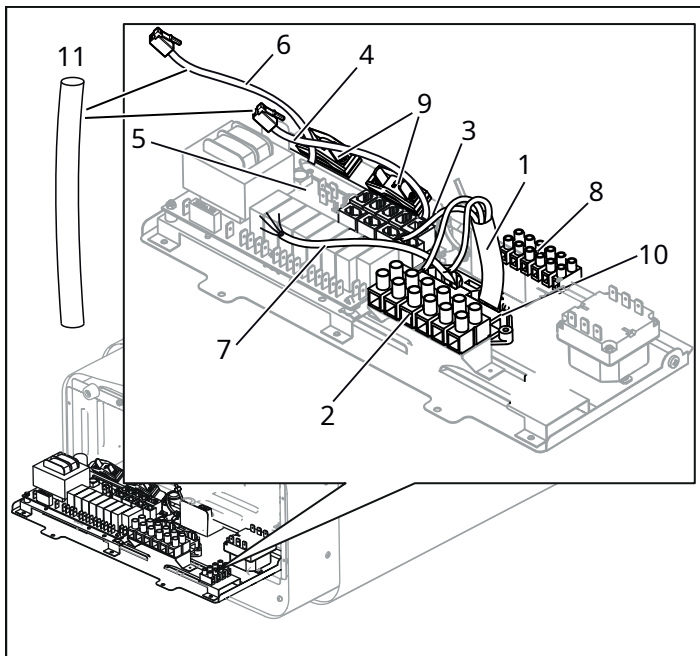
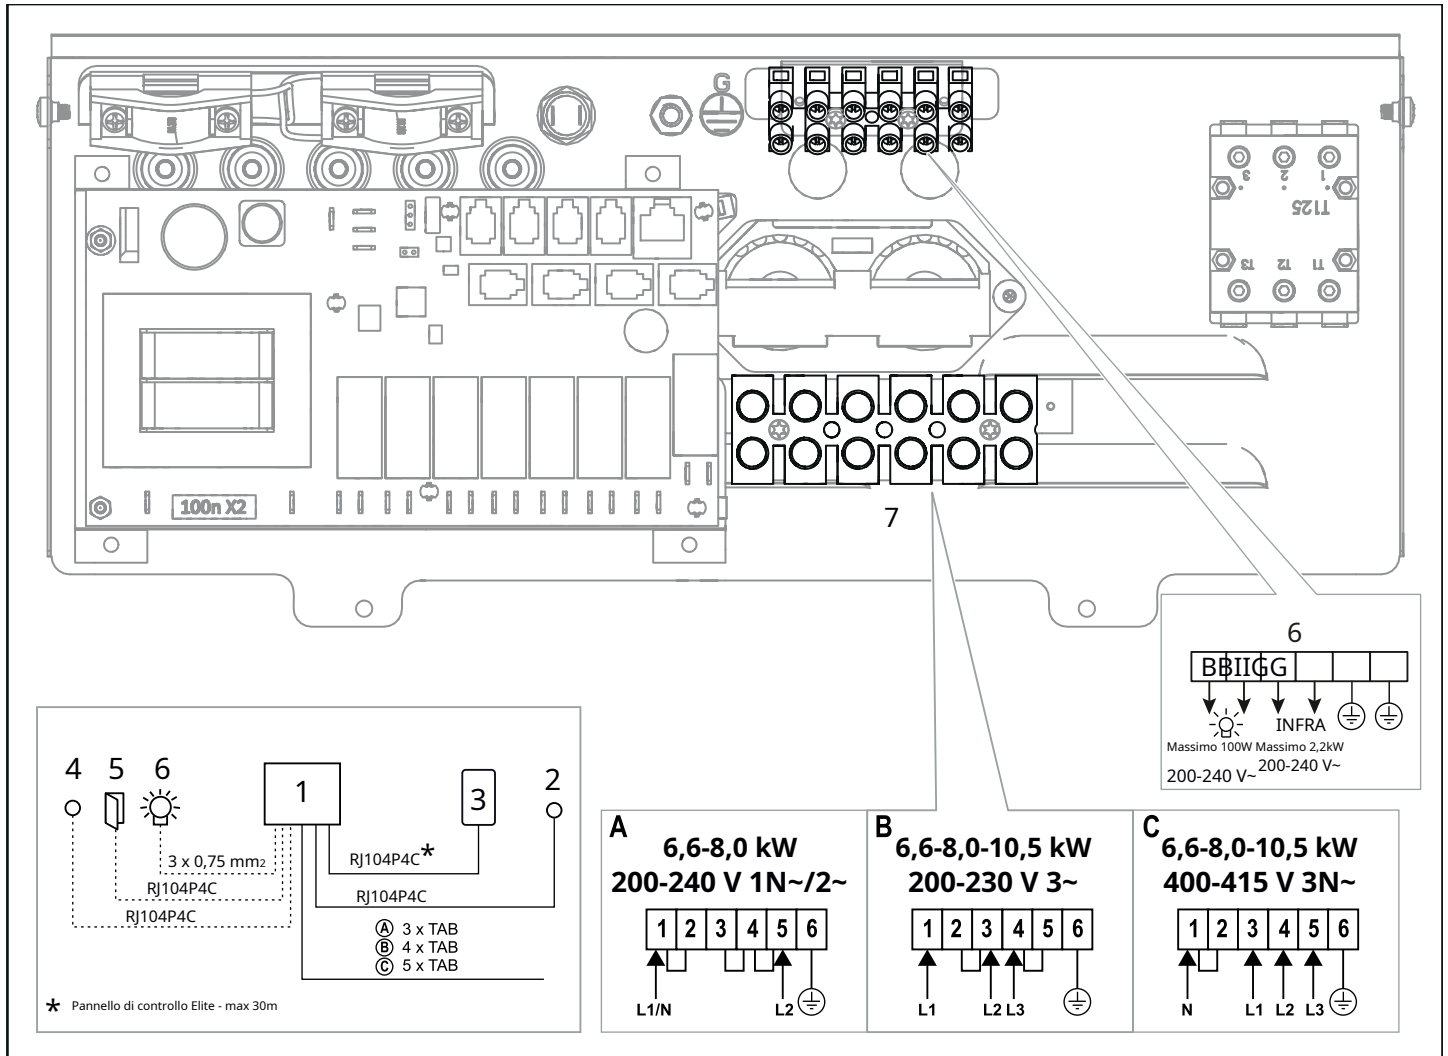
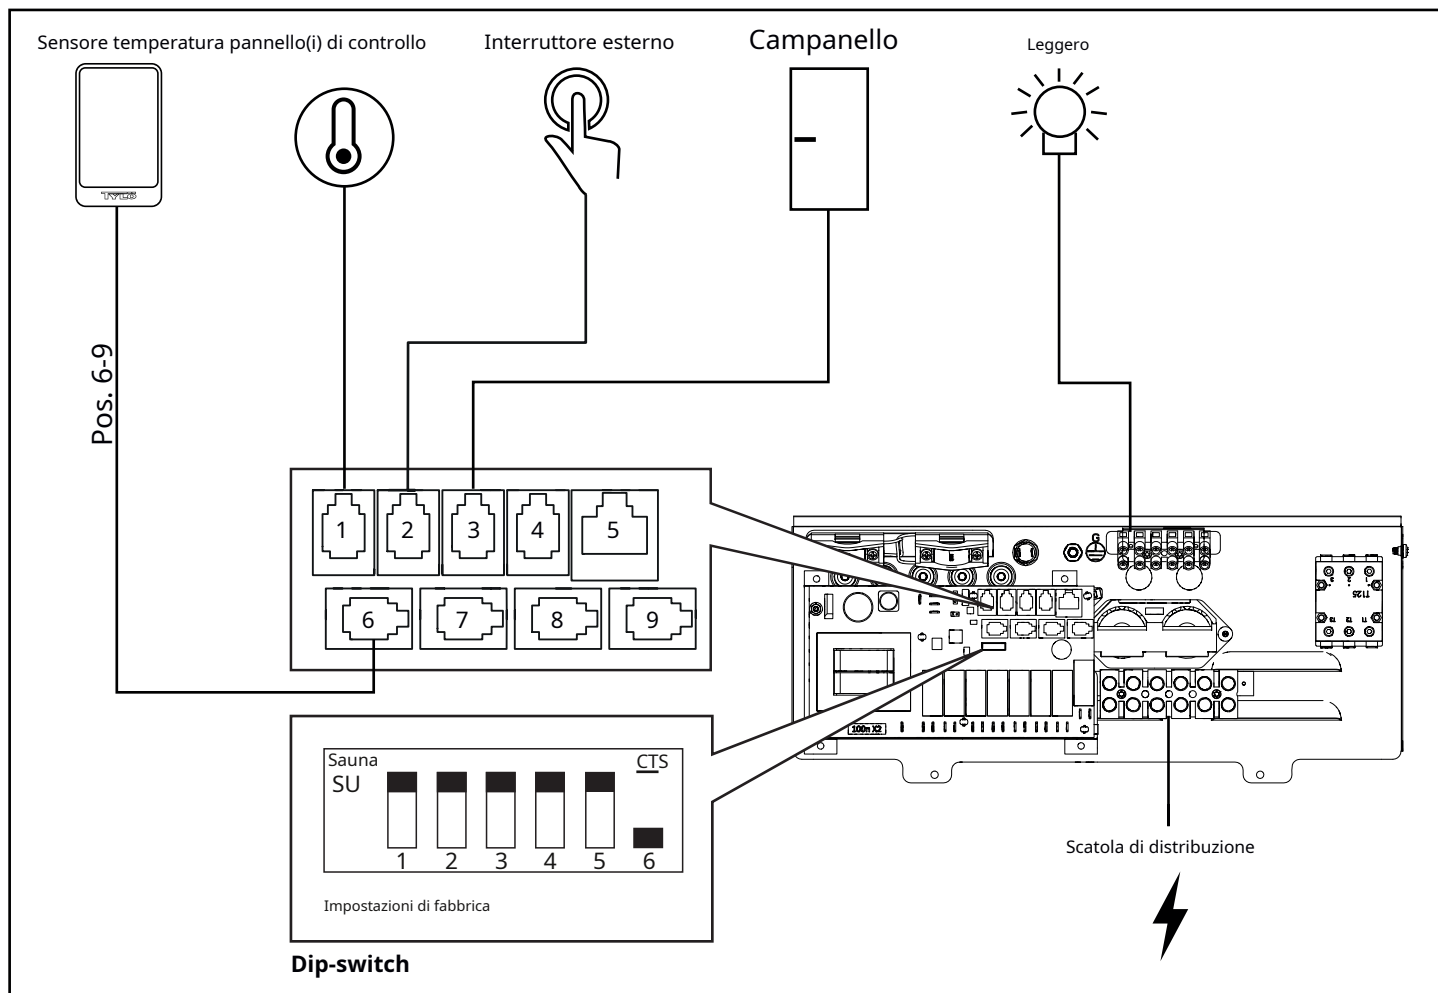

Figura 9: circuito stampato
Figura 17: schema elettrico
Figura 18. Diagramma schematico dell'installazione Sense Elite
3. Collegare il cavo elettrico (vedi Figura 9) secondo lo schema elettrico (vedi Figura 17).
4. Far passare i cavi del pannello di controllo e del sensore di temperatura attraverso i passacavi (vedere Figura 9). Collegare il cavo della centrale ad uno dei quattro contatti RS485 (posizioni 6-9) (vedi Figura 18).
5. Collegare il cavo del sensore al contatto NTC sulla scheda elettronica (posizione 1) (vedere Figura 18).
6. Collegare il cavo della luce (se pertinente), vedere Figura 9, secondo lo schema elettrico di Figura 17.
Contattare il servizio clienti Tylö prima di effettuare il collegamento a tensioni o numeri di fasi non elencati nello schema elettrico Figura 17.